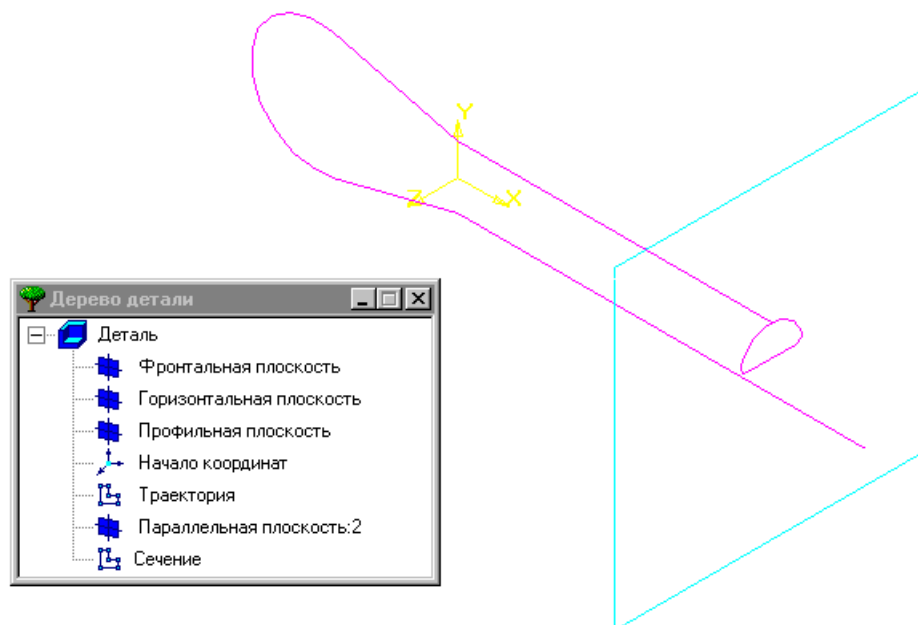

Рисунок 22
- 15. Поверните деталь таким образом, чтобы оба эскиза имели невырожденные изображения: выберите в **строке состояния** ориентацию *Изометрия*. (См. рис. 22.)